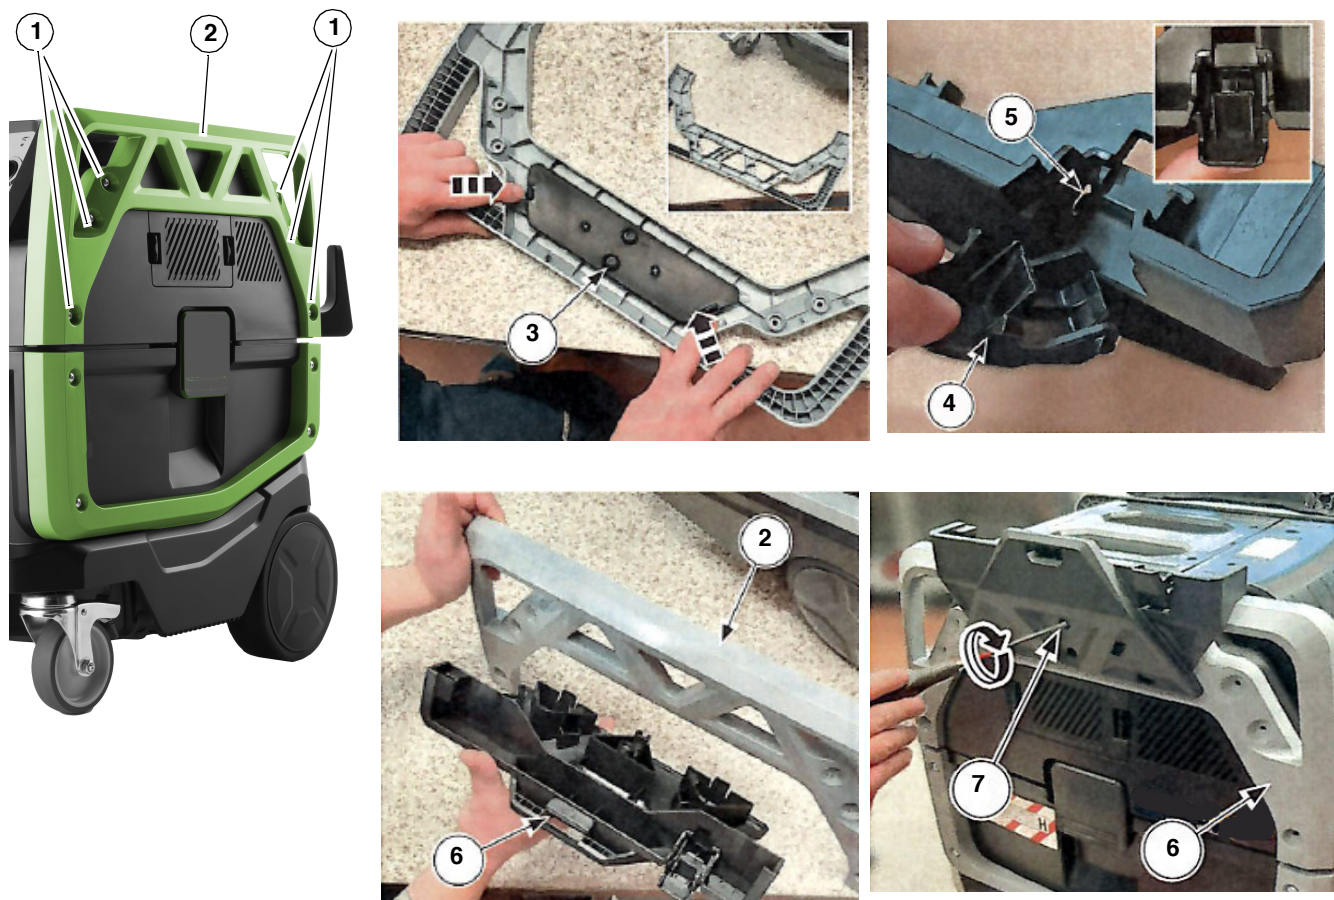

Abb. 5-5: Zusammenbau
- ➔ Die sechs Schrauben (Pos. 1, Abb. 5-5) lösen und den rechten Rahmen (Pos. 2, Abb. 5-5) und dann den linken Rahmen (Pos. 2, Abb. 5-5) entfernen.
- ➔ An beiden Rahmen den Schutz (Pos. 3, Abb. 5-5) entfernen indem man auf die Clips drückt.
- ➔ Die Clipstop des Werkzeugboxes (Pos. 4, Abb. 5-5) in die Schlitz (Pos. 5, Abb. 5-5) der rechten und linken Halterung einsetzen.
- ➔ Die rechte Werkzeugkastenhalterung (Pos. 6, Abb. 5-5) in den rechten Rahmen (Pos. 2, Abb. 5-5) und dann die linke Werkzeugkastenhalterung in den linken Rahmen einrasten.
- ➔ Die beiden Rahmen mit Werkzeugkastenhalterungen (Pos. 6, Abb. 5-5) mit den 6 Schrauben (Pos. 7, Abb. 5-5) festschrauben.